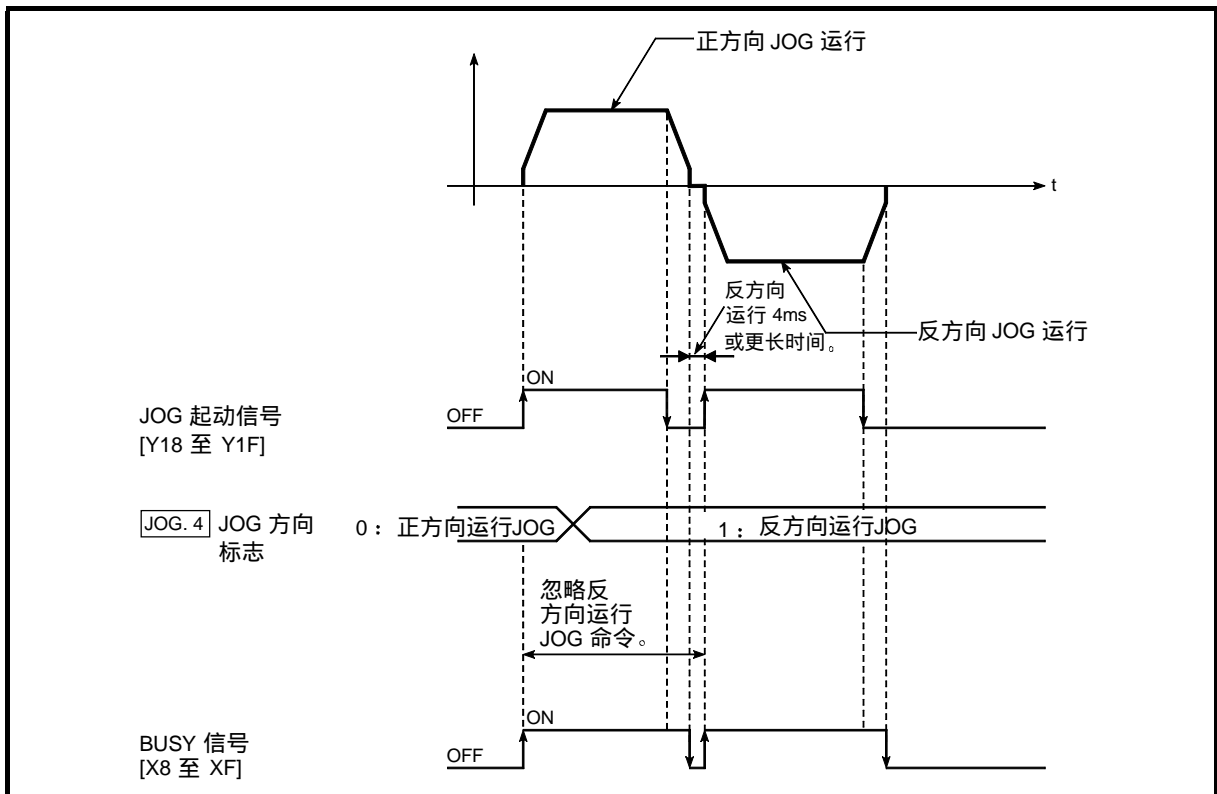

图 10.3 当正方向 JOG 运行期间 JOG 方向标志变成反方向运行 JOG 命令时进行的运行
- 当在正方向运行和反方向运行之间切换时，由于 JOG 起动信号从 OFF 变成 ON 需要时间，所以反方向运行至少 4ms。（参考图 10.3。）
- (3) 当由于“JOG 起动信号”的 ON → OFF 导致减速期间“JOG 起动信号”变成 ON 时